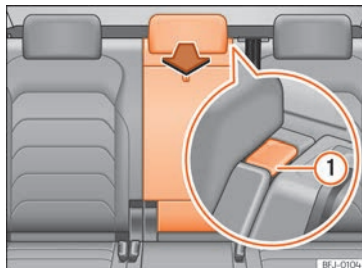

Abb. 207 Rücksitzlehne: Öffnung der Durchladeeinrichtung.
- Entriegelungstaste >>> [Abb. 207] ⓘ drücken und Deckel der Durchladevorrichtung nach vorn klappen >>> ⚠️.